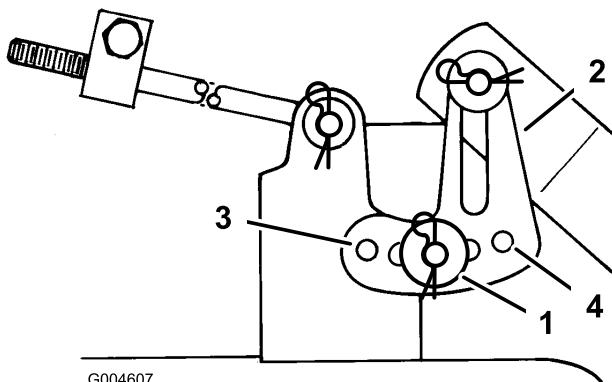

Figura 45
11. Togliete la coppia a forcina e la rondella dalla staffa di livellamento (Figura 45).
12. Riposizionate la staffa di livellamento in un foro diverso, e montate la rondella e la coppia a forcina (Figura 45).